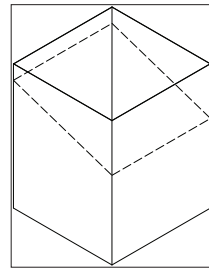

Figure 18
**1.** Marquer une ligne sur les côtés de la boîte de support du plafond cathédrale correspondant à la ligne de pente du toit comme illustré à la **Figure 18**. Laisser la boîte de support dépasser d'au moins 51 mm (2 po) sous le côté inférieur du plafond fini.